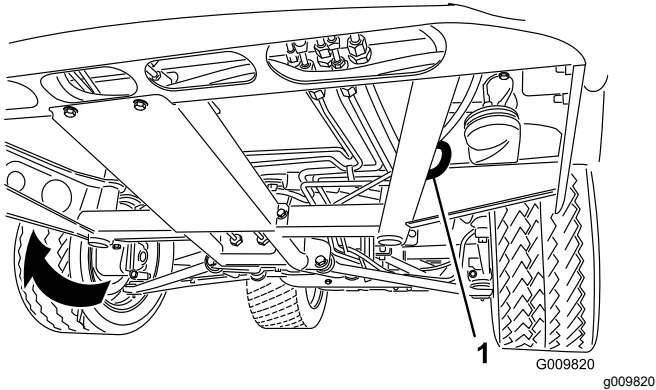
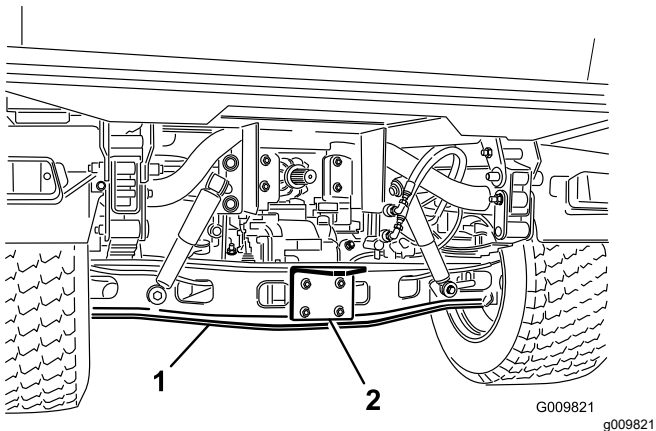

图 18
图 19
请参阅图 18 和图 19 查看机器栓系点的位置。
1. 将拖绳系在机器机架前面的牵引杆上图 18。